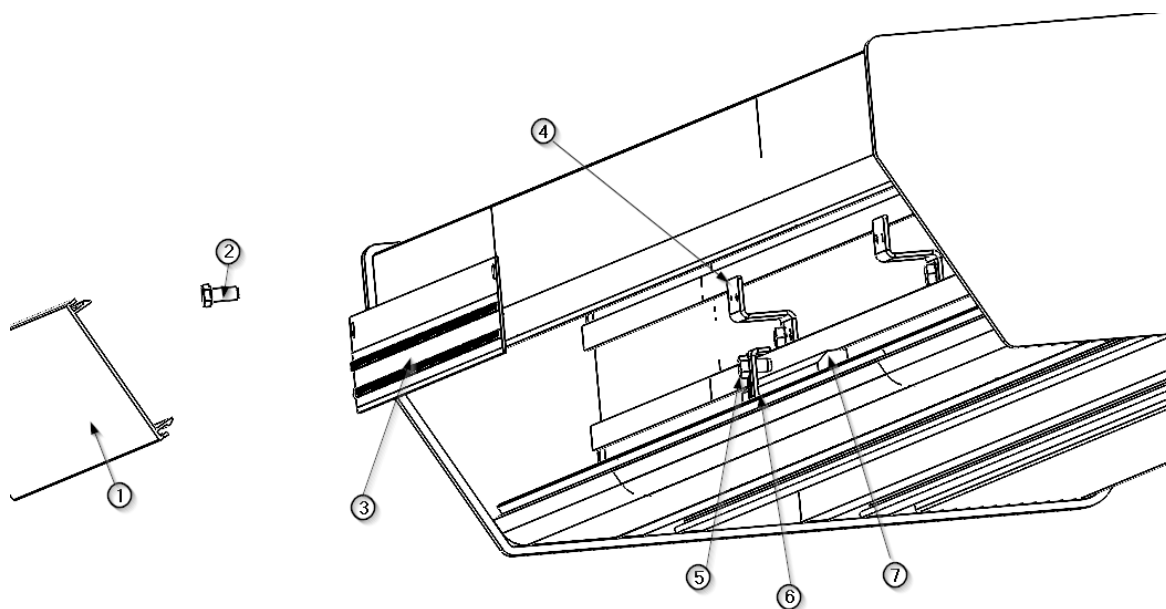

Fig.6 Substitution de la lumière directe
- Pour augmenter la force de freinage sur l'axe de rotation, tournez le levier du frein de rotation dans le sens des aiguilles d'une montre, comme indiqué dans la figure 6.
- Pour réduire la force de freinage sur l'arbre en rotation, tournez le levier du frein de rotation dans le sens inverse des aiguilles d'une montre, dans la direction opposée à celle indiquée dans la figure 6.
- Pour augmenter la force de freinage sur l'arbre d'entraînement, tournez le levier du frein de rotation dans le sens des aiguilles d'une montre, comme indiqué dans la figure 6.
- Pour réduire la force de freinage sur l'arbre d'entraînement, tournez le levier du frein de rotation dans le sens inverse des aiguilles d'une montre, dans la direction opposée à celle indiquée dans la figure 6.